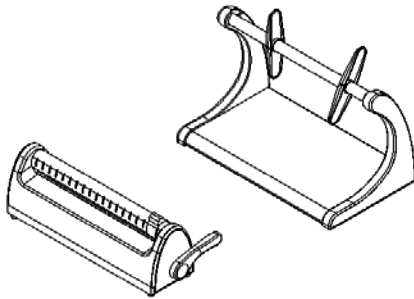
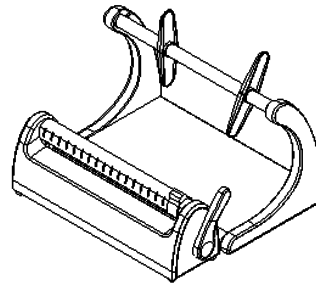

FIG 9
FIG 10
Remover os parafusos M4X10 e separar a Seladora/guilhotina do suporte. (FIG 9 e FIG 10)
- ✧ Fixe dois parafusos de 7 a 9 mm de diâmetro (M3.5 a M4, maior que 30 mm) distantes 310 mm no local que deseja instalar os suportes. (FIG 10)